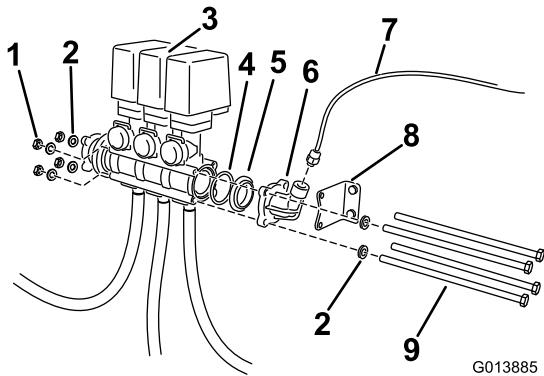

Figure 5
2. Desserrez les longs boulons et les fixations de l'ensemble vannes (Figure 5).
4. Retirez l'obturateur du raccord coudé et l'adaptateur (Figure 5).